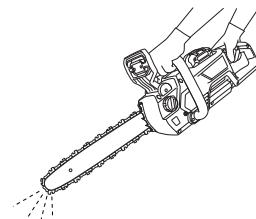

Fig. 20
### 6. Checking chain oil discharge (Fig. 20)
**(Fig. 20 on page 58)**